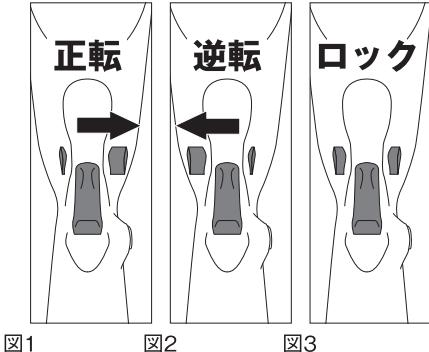

図1
- ・回転方向を替えるには、正逆転切り替えレバーを図1の側にすると右回転（正転）になります、レバーを図2の側にすると左回転（逆転）になります。レバーを図3の位置にするとロックされます。